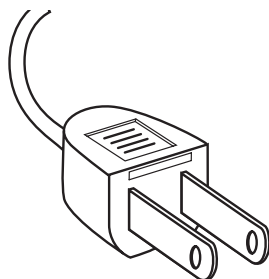

Figura 1.
4. Este producto tiene un enchufe polarizado (una espiga es más ancha que la otra). Vea la Figura 1. Para reducir el riesgo de descarga eléctrica, este enchufe está diseñado para conectarse en una toma polarizada de una única manera. Si el enchufe no entra completamente en la toma de corriente, invierta el enchufe. Si aun así no encaja, contacte a un electricista calificado. **NO** intente obviar esta medida de seguridad.
1. Para reemplazar el fusible, primero apague el ventilador y desconéctelo de la toma de corriente. Localice la tapa en la parte superior del enchufe. Figura 1.